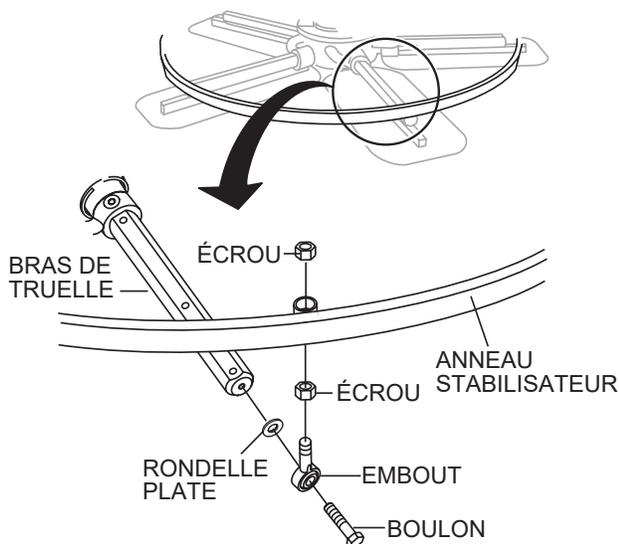

Figure 51. Anneau stabilisateur
1. Retirer la quincaillerie fixant l'anneau stabilisateur au bras de truelle (Figure 51).